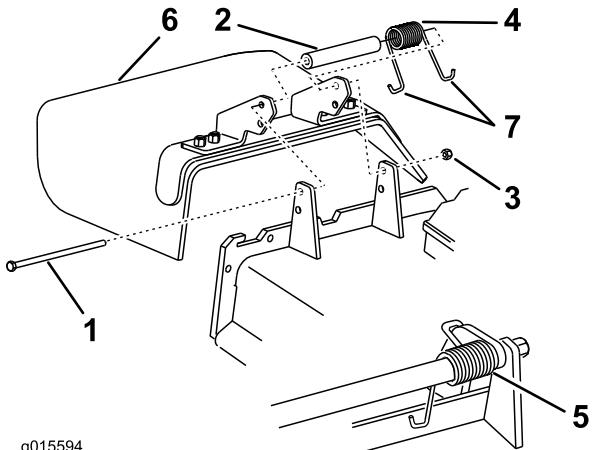

Figura 109
1. Retire a porca de bloqueio, o parafuso, a mola e o espaçador que fixam o defletor aos apoios de articulação (Figura 109).
2. Se o defletor de relva estiver danificado ou gasto, retire-o (Figura 109).
Nota: Certifique-se de que a extremidade em J da mola está montada por trás da extremidade da plataforma antes de colocar o parafuso como se mostra na Figura 109.
6. Coloque a extremidade em gancho J da mola em torno do defletor de relva (Figura 109).